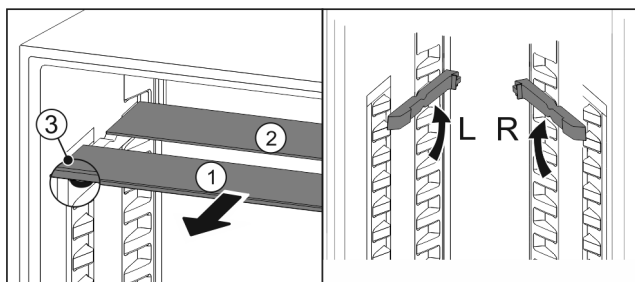

Fig. 60
- Tõmmake Fig. 60 (1) klaasplaadid üksikult ettepoole välja.
- ▷ Iluliist klaasplaat Fig. 60 (1) asub ees.
- ▷ Pidurid Fig. 60 (3) on suunatud allapoole.